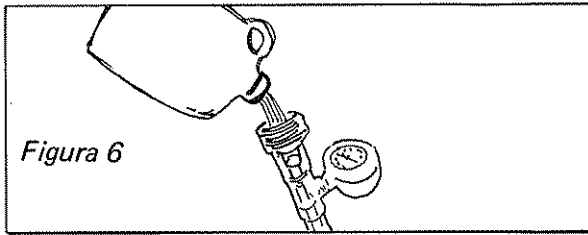

Figura 6
- a) Llenar el tubo en lo posible con agua des-tilada (Figura 6).